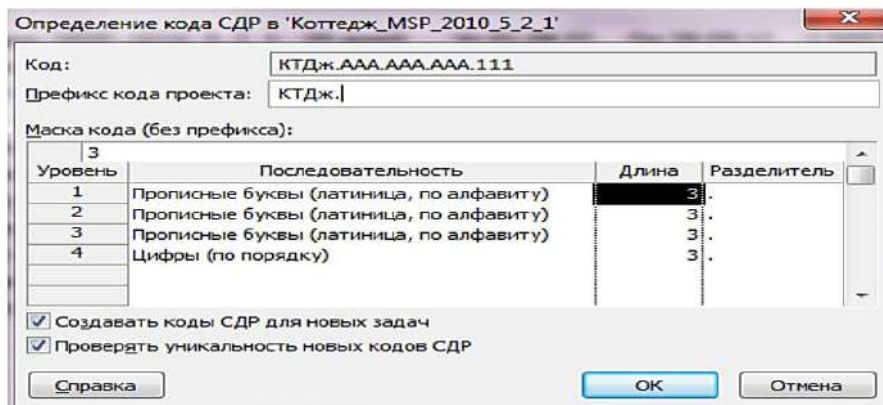

Рис. 12. Визначення коду СДР
3. Визначити маску коду (за бажанням вибирає сам користувач) (рис. 12), і натиснути "ОК".